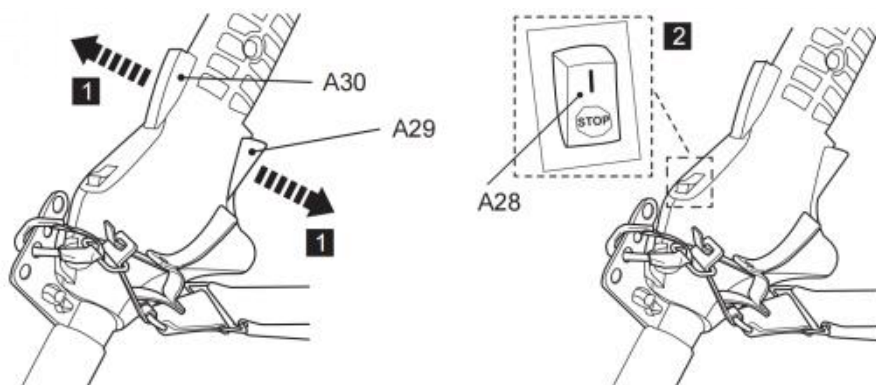

Fig. 42
2. Ustaw wyłącznik zapłonu (A28) w pozycji „STOP” (rys. 42).